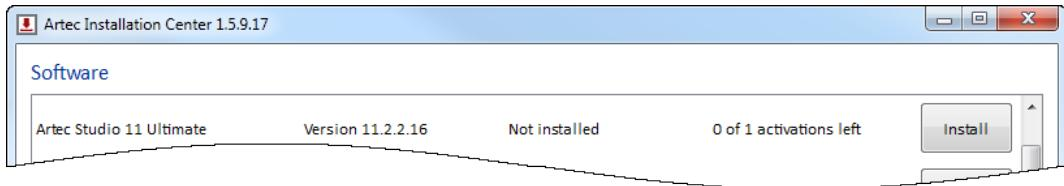

Рис. 4.6: Artec Installation Center готов к установке Artec Studio
- С помощью Artec Installation Center (либо во время установки, или по нажатию кнопки Установить в приложении, как показано на Рис. 4.6)